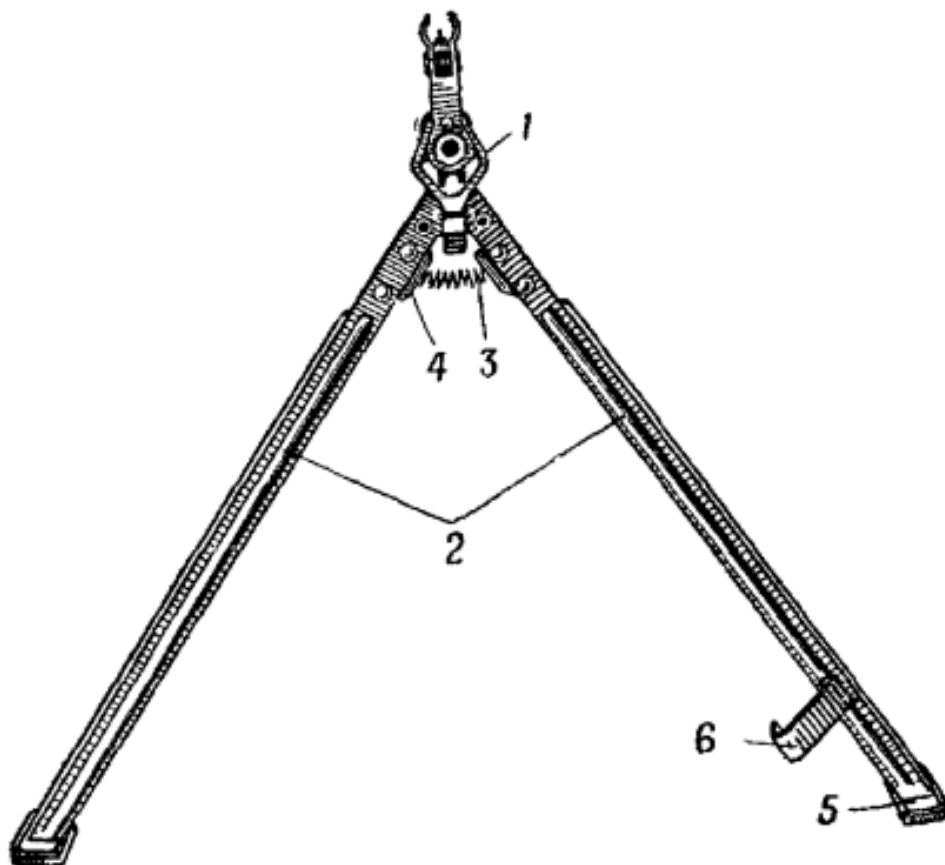

Рис. 36. Сошка пулемета:
16. Сошка пулемета (рис. 36) служит упором при стрельбе. Она имеет основание, две ноги с полозками для упора в грунт и выступами для